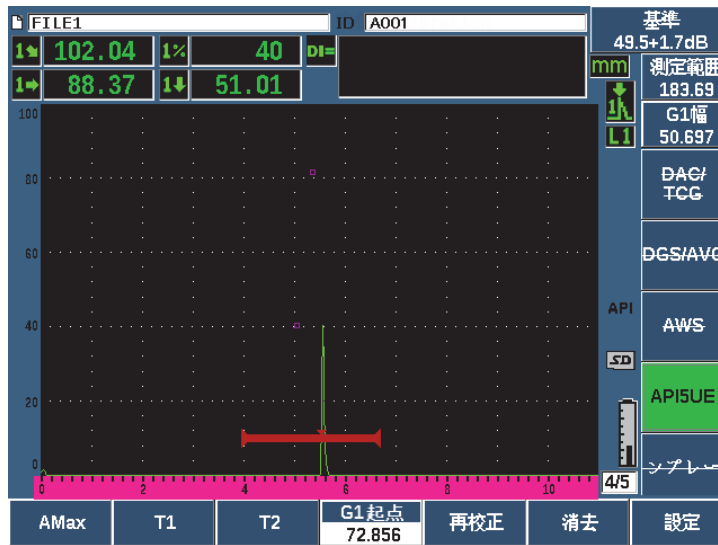

図 11-27 T₂ ポイントの保存
10. RefT2 (P3) を押し、立ち上がりピークから 6 dB 低下した位置を収集し、この値を T_2 として割り当てます（279 ページの図 11-27 参照）。